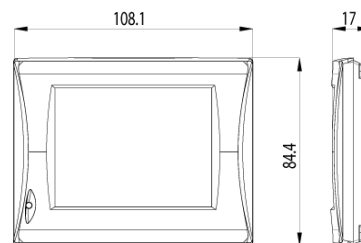

Рисунок 14 - Пульт управления
3.3.1 При подаче электропитания на вентиляционную установку прозвучит звуковой сигнал, оповещающий о готовности к работе, затем ВУ перейдет в дежурный режим. Управление установкой осуществляется с пульта управления (Рисунок 14).